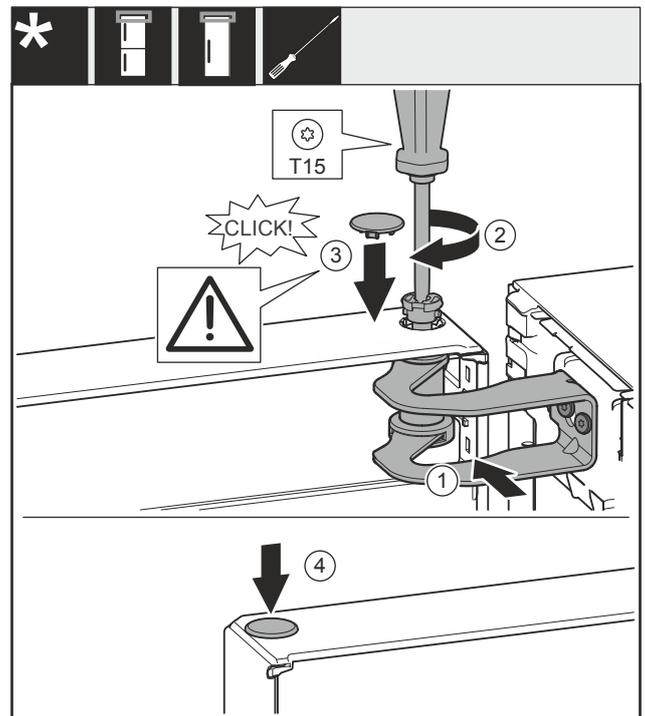

Fig. 24
- ▶ Aligner la porte sur l'ouverture du support de palier Fig. 24 (1).
- ▶ Insérer l'axe Fig. 24 (2) et le serrer avec un tournevis.
- ▶ Installer le couvercle Fig. 24 (3).
- ▶ Vérifier que le couvercle Fig. 24 (3) repose bien sur la porte.
- ▶ Installer le couvercle Fig. 24 (4).